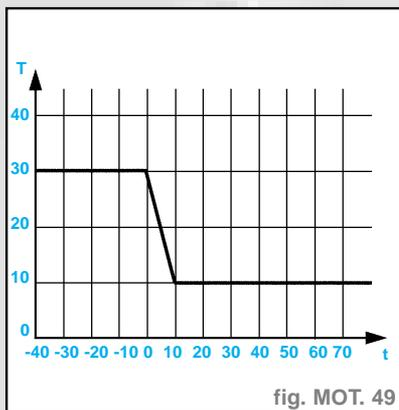

fig. MOT. 49
- Dans cette phase, les bougies sont alimentées en continu en fonction de la température d'eau (fig. MOT. 49).